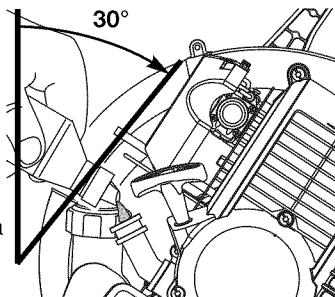

Fig. 12
3. Incline la unidad 30° (Fig. 12).
4. Vierta todo el contenido de la botella de aceite en el cigüeñal (Fig. 12).